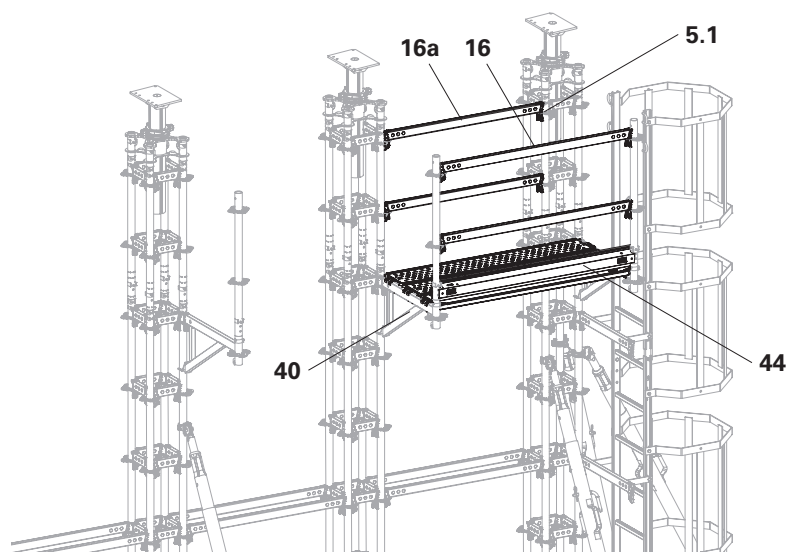
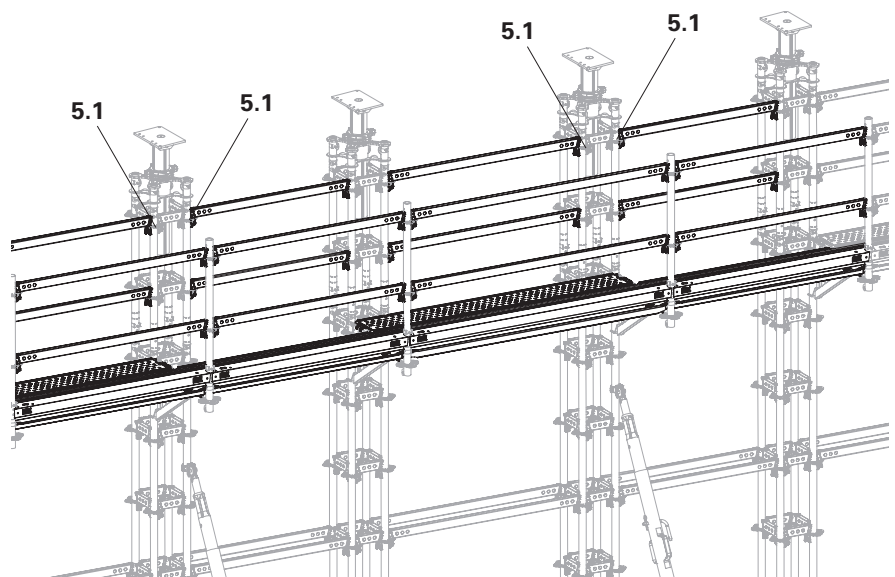

Fig. A6.17
Fig. A6.18
Le rosette (**5.1**) dei montanti allo stesso livello della piattaforma di servizio e solo i puntelli a portata elevata HD che sono rinforzati da almeno un puntello tira-spingi RS. (Fig. A6.17 e Fig. A6.18)
2. Montare i correnti orizzontali (**16**) sui montanti parapetto con funzione di protezione anticaduta e agganciare la tavola fermapiEDE UPY in acciaio (**44**) (Fig. A6.17)
3. Inserire gli ulteriori impalcati in acciaio (**43**), correnti orizzontali (**16a**) e tavole fermapiEDE UPY (**44**). (Fig. A6.18)